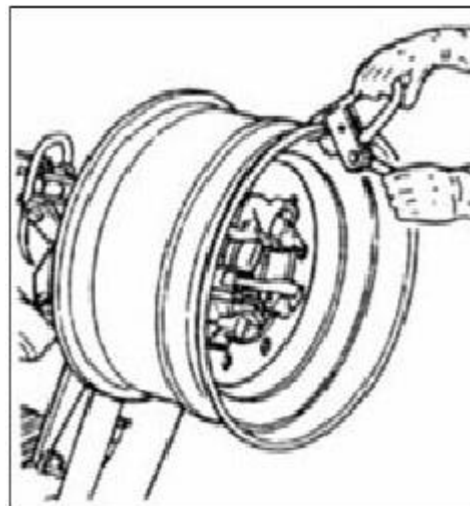

Рис. 19
- 3) Установите зажим на внешнюю кромку обода в его верхней точке (см *Рис. 19*)